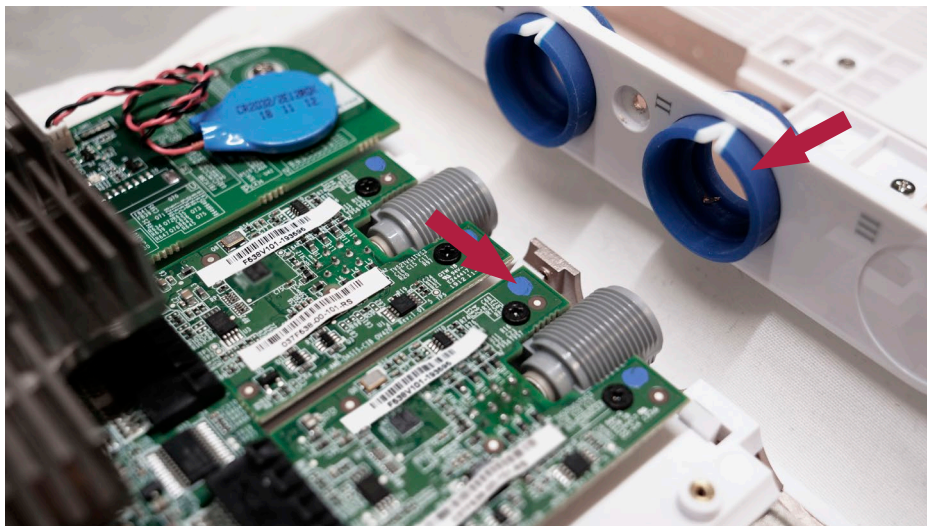

Рис. 19. Цветовая маркировка на плате VDI должна соответствовать цвету кольца
- f) Убедитесь, что цветное кольцо соответствует цветовой маркировке на плате VDI (см. рис. 19)
Во время установки задней крышки следите за тем, чтобы цветные точки на платах VDI (рис. 19) соответствовали цвету колец, на которые устанавливаются данные платы.